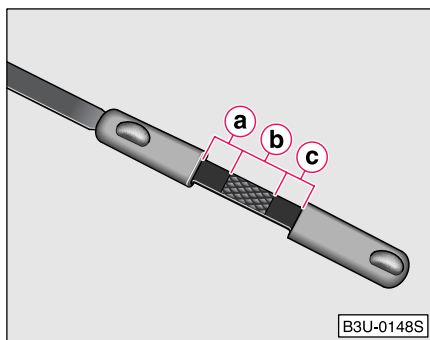

Fig. 156 Joja
- Scoateți joja din nou afară și citiți nivelul uleiului ⇒ Fig. 156.
⇒ pagina 206, Fig. 156. În caz contrar, acesta poate fi absorbit de sistemul de ventilație și poate ajunge în atmosferă prin instalația de eșapament.